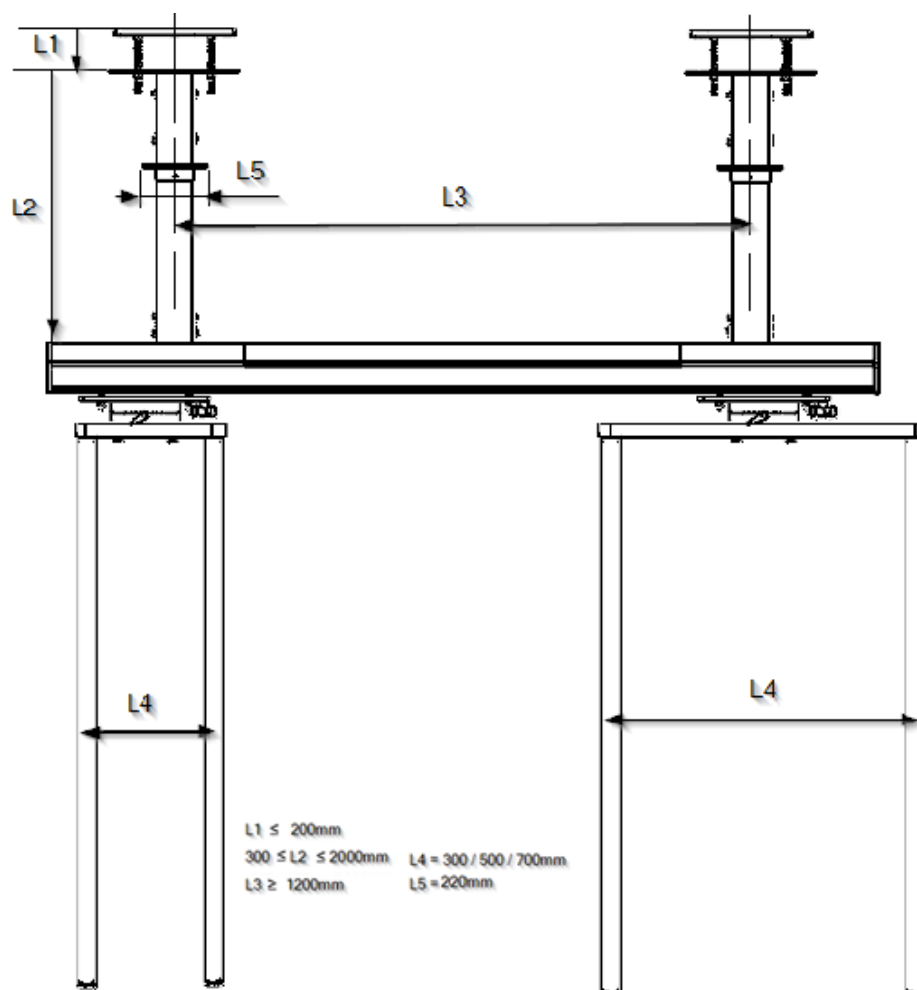

Fig. 8 Schematische weergave van een TOR-ophangingssysteem met twee elementenwagens
- Om de remkracht op de draaias te vergroten, draait u de draairemhendel met de klok mee, zoals aangegeven in afbeelding 8.
- Om de remkracht op de rotatieas te verminderen, draait u de rotatieremhendel tegen de klok in, in tegenstelling tot wat in afbeelding 8 wordt aangegeven.
- Om de remkracht op de translatie-as te vergroten, draait u de rotatie-remhendel met de klok mee, zoals aangegeven in afbeelding 8.